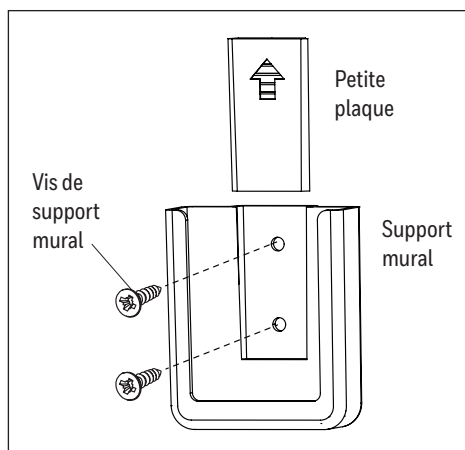

Figure 5.6
6. L'ensemble de contrôle à distance comprend un support mural. Pour installer le support mural, retirez la petite plaque afin d'exposer les trous de vis. Insérez les vis du support mural dans les trous, puis dans le mur, et couvrez-les à l'aide de la petite plaque retirée précédemment. La télécommande peut être rangée dans le support mural pour en faciliter l'accès (Figure 5.6).